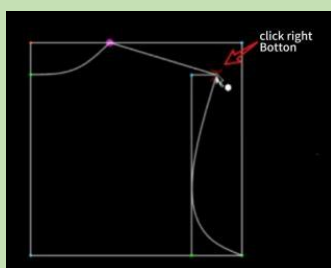

Figure4-55
1.Right-click on the target point. ( Figure4-55 ) 。